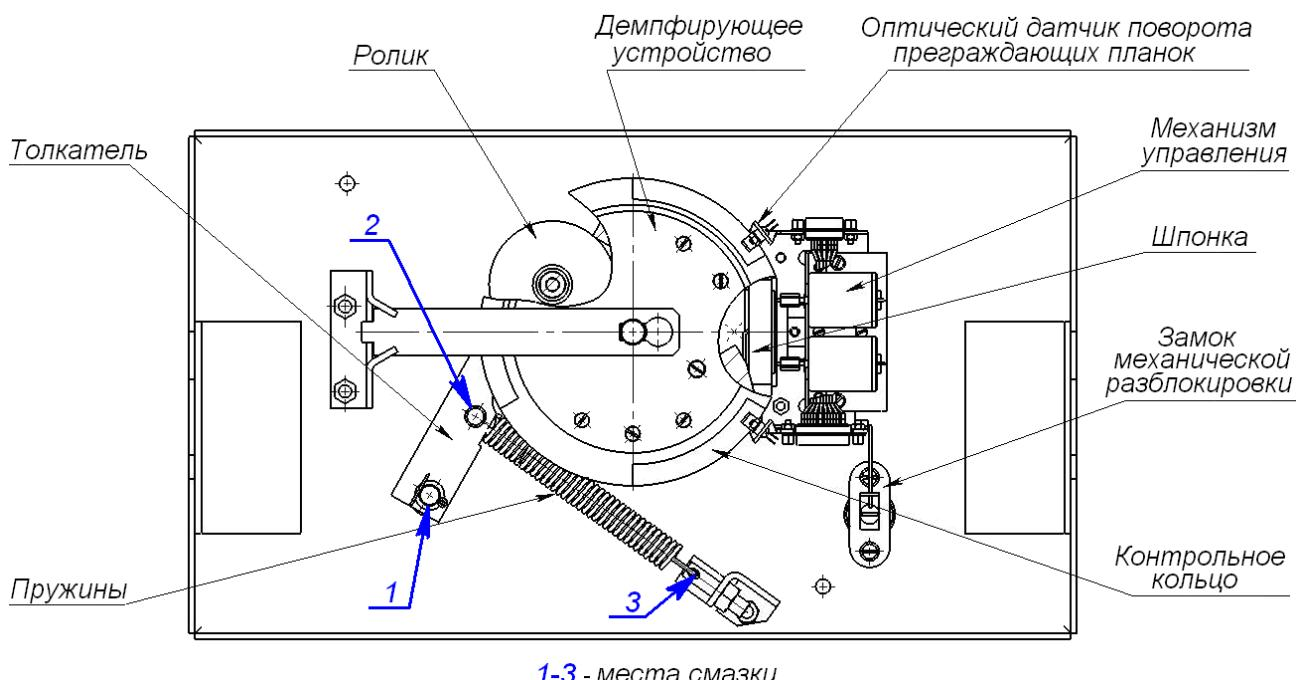

Рисунок 28. Расположение внутренних деталей и узлов стойки ЭП
2. Снимите крышку (3) в порядке, указанном в разд. 6 и положите ее на ровную устойчивую поверхность.
3. Осмотрите устройство доворота (толкатель, пружины и ролик), оптические датчики поворота преграждающих планок и демптирующее устройство (см. рис. 28).
- четыре втулки на устройстве доворота – две на оси вращения толкателя и две на оси крепления пружин, а также отверстия в деталях крепления пружин, по две - три капли масла в каждое место смазки (места смазки указаны на рис. 28);
- механизмы секретности замка механической разблокировки (9) и замка крышки (4) со стороны замочной скважины.